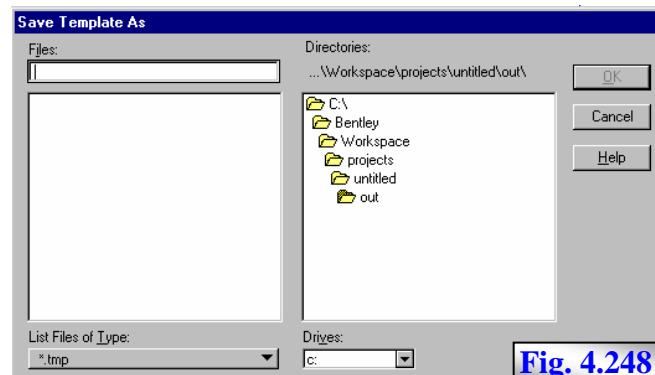

Fig. 4.248
- salvarea fișierului machetă se face prin opțiunea **Save As** a meniului **File**, care va activa fereastra **Save Template As**, fig. 4.248, în al cărei câmp **Files** se introduce numele fișierului machetă, fereastra oferind și controalele suplimentare de localizare a căii de salvare a fișierului.